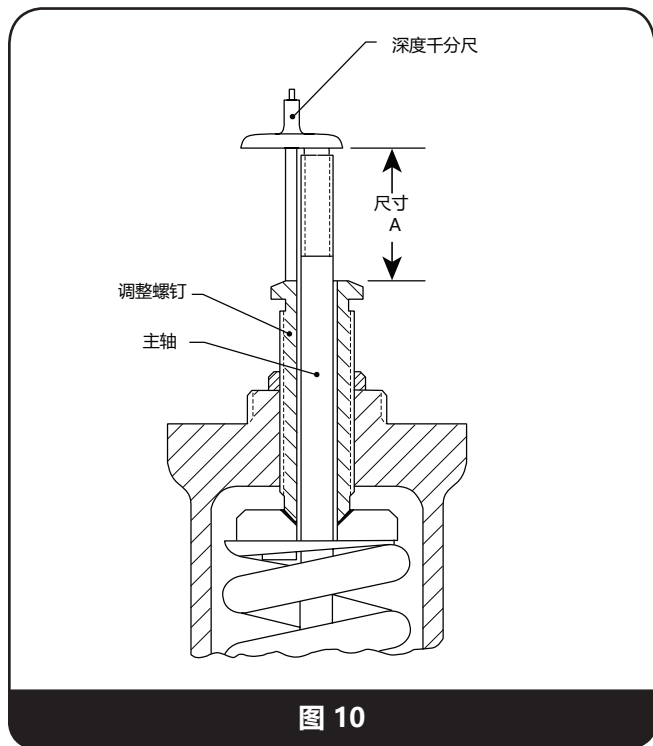

图 10
3. 使用游标卡尺或深度千分尺测量并记录图 10 中的尺寸“A”, 从主轴顶部测量到调整螺钉的顶部。稍后调整阀使其接近原始设定压力时会用到该尺寸。松开调整螺钉锁紧螺母。逆时针旋转调整螺钉以消除弹簧负载。旋转调整螺钉时, 使用 Vise-Grip® 钳子固定主轴。